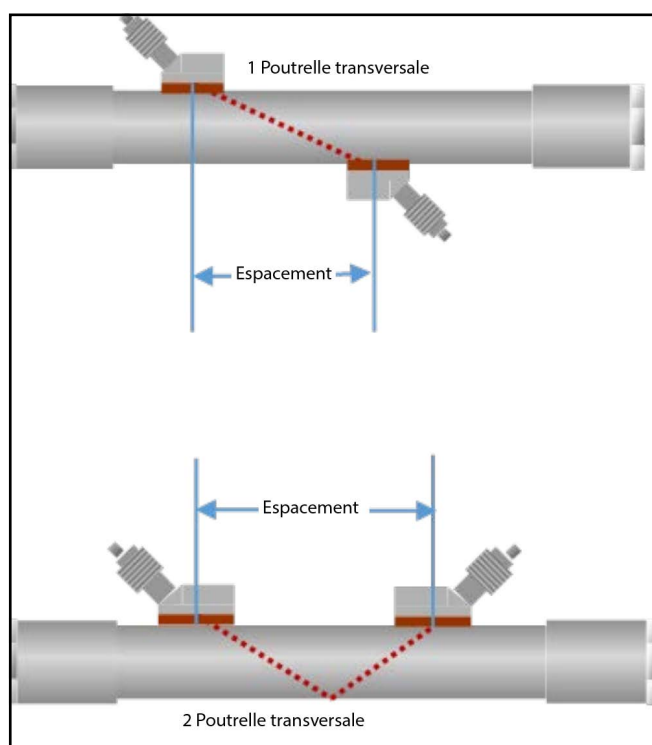

Figure 49 : Espacement
3. **Spacing** [**Espacement**] indique la valeur calculée par XMT1000 pour la distance correcte entre les transducteurs en amont et en aval, en fonction des données programmées de votre transducteur, de votre fluide et de votre tuyau. Il s'agit de la valeur d'espacement physique à respecter lors de l'installation de votre dispositif de fixation du transducteur sur la canalisation (voir Figure 49). Lorsque vous quittez le menu **Channel x** [**Canal x**], le compteur affiche un message indiquant que l'espacement physique des transducteurs doit être ajusté à la valeur calculée par XMT1000.